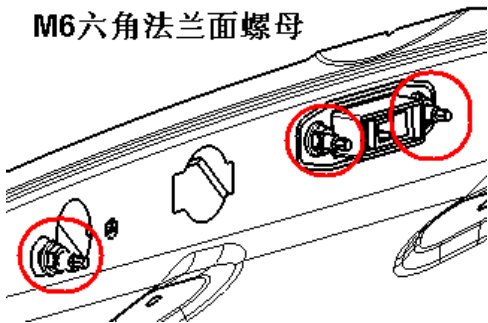

图 1-16-1
1、打开行李箱盖,从行李箱盖内侧用 M10 的套筒或其它工具拆卸 3 个六角法兰面螺母(下图 1-16-1 所示位置),其中中间两个与行李箱锁 I 共用,另外 1 个与行李箱锁 II 共用。